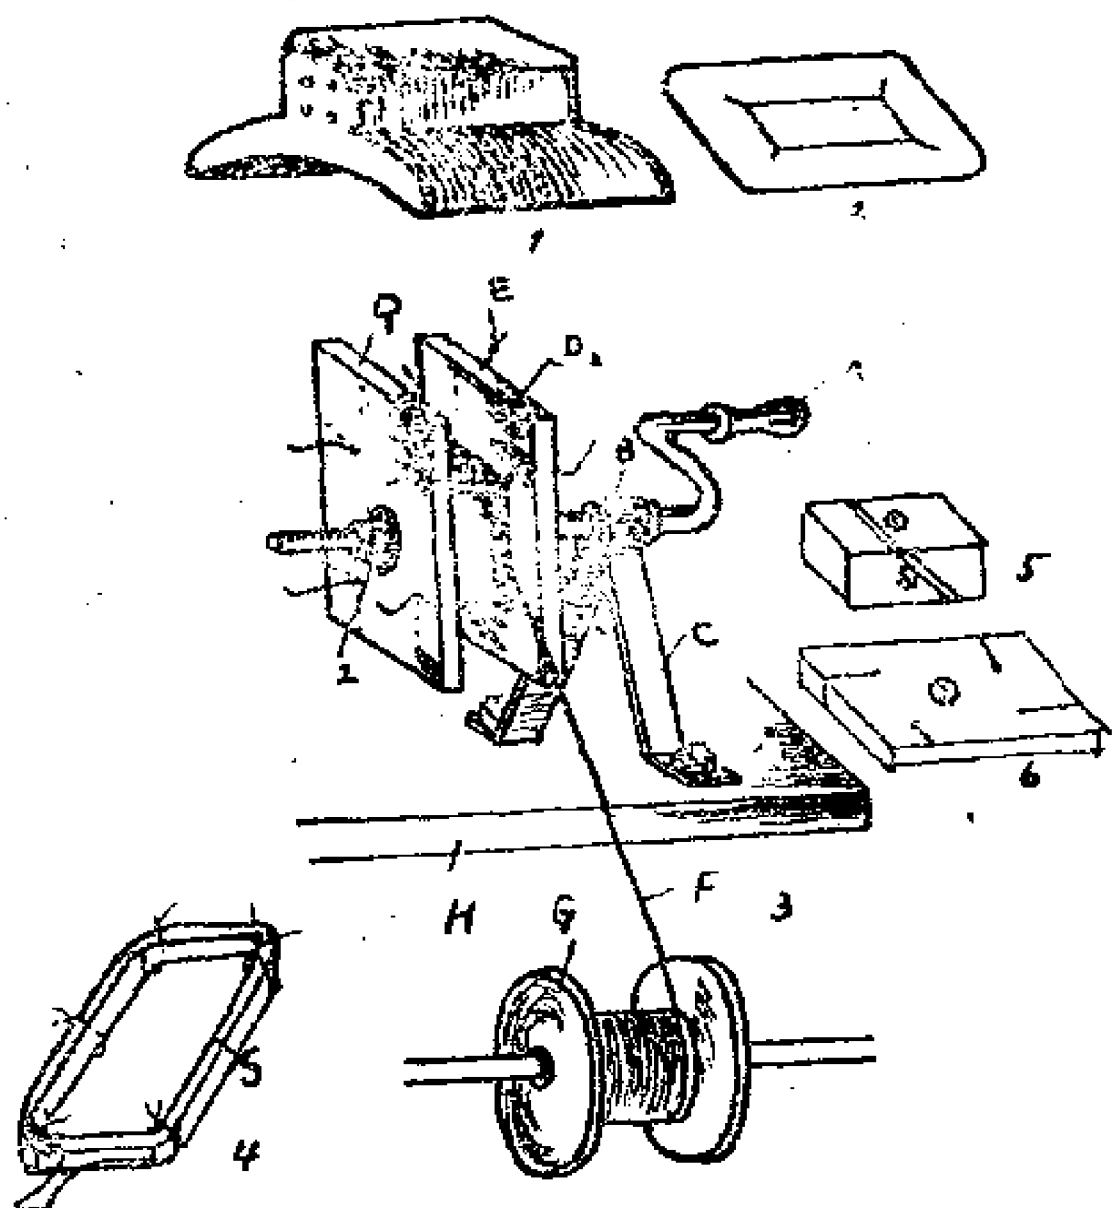

图 3-1 繞綫架
磁极鉄心是用厚 1.6 公厘的鉄皮剪裁叠合而成的(图 3-1, 1)。为了防止鉄片因彈性而造成最外层向外伸張，最外层的片要比其他的厚。叠合的方法是在每片上鑽四个孔，然后鉚在一起，把鉚好的鉄心夾在老虎鉗上，用平銼銼光就行了。⑥
磁場綫圈是用 26 号漆包綫在繞綫架上繞 2300 圈(約 1.5 公斤)而成的。在图 3-1, 3 里我們看見的就是用手工繞綫的方法。繞綫架中的 D_1 和 D_2 是兩块光滑的木板，当中夾着一块和
磁極鉄心長方形部分一样大小的木块。图中麻綫是安置麻綫的細槽。在未繞綫以前，为了使繞好的綫圈能順利取下而不至散乱，麻綫槽內事先穿好四根麻綫。为了便于取下綫圈中的木块，需把它斜鋸成兩开(見图3-1，5、6)。
再用馬糞紙和青壳紙剪成图3-1, 2的形狀。馬糞紙四張和青壳紙兩張用來墊在綫圈的上下, 使鉄心不至磨坏。